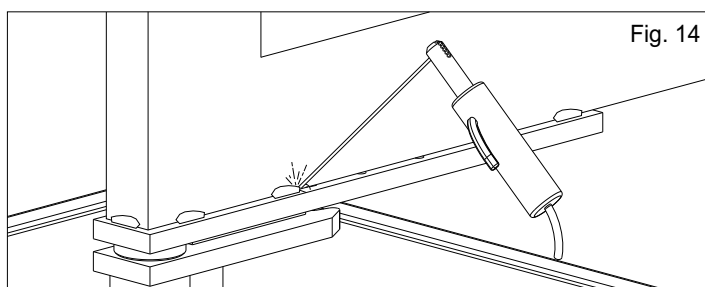

Fig. 14
3.2. souder soigneusement l'ensemble vantail au vantail du portail faisant un fixage à traites d'environ 3-4 cm sur la surface de contact en évitant la soudure dans l'environnement des trous taraudés, en outre il faut respecter la perpendicularité avec l'axe de rotation (Fig. 14)